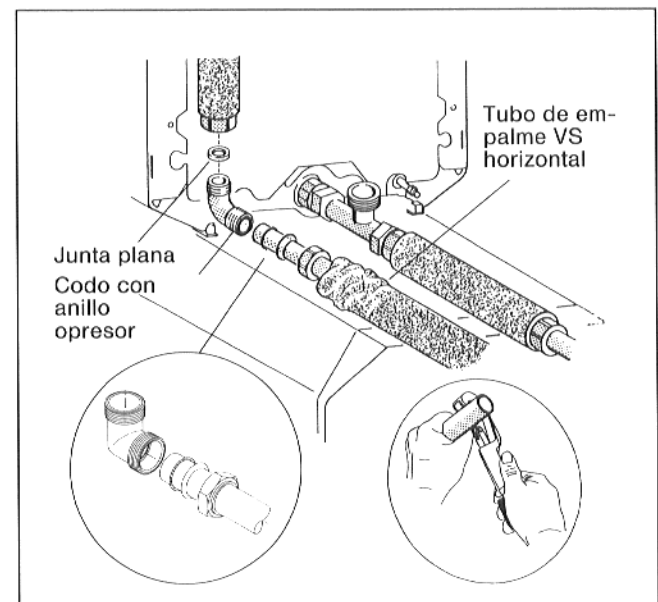

Fig. 10
- Colocar la junta plana en la tuerca de racor en la rama larga del tubo de empalme VS que se acaba de montar y enroscar el codo con anillo opresor con este tubo, alineando el codo con anillo opresor paralelamente al eje del acumulador hacia atrás (fig. 10).
- Si necesario, cortar el tubo de empalme acodado simple horizontal para la ida del acumulador VS por la medida indicada en la tabla (fig. 10).
- Correr la tuerca de racor, el anillo opresor y el anillo tórico 26 x 3 sobre el tubo de empalme VS horizontal (cortado) e introducir el tubo de empalme en la base de racor (fig. 10).
- Enroscar la tuerca de racor con la base de racor, alineando la rama corta del tubo de empalme verticalmente hacia abajo (fig. 10).